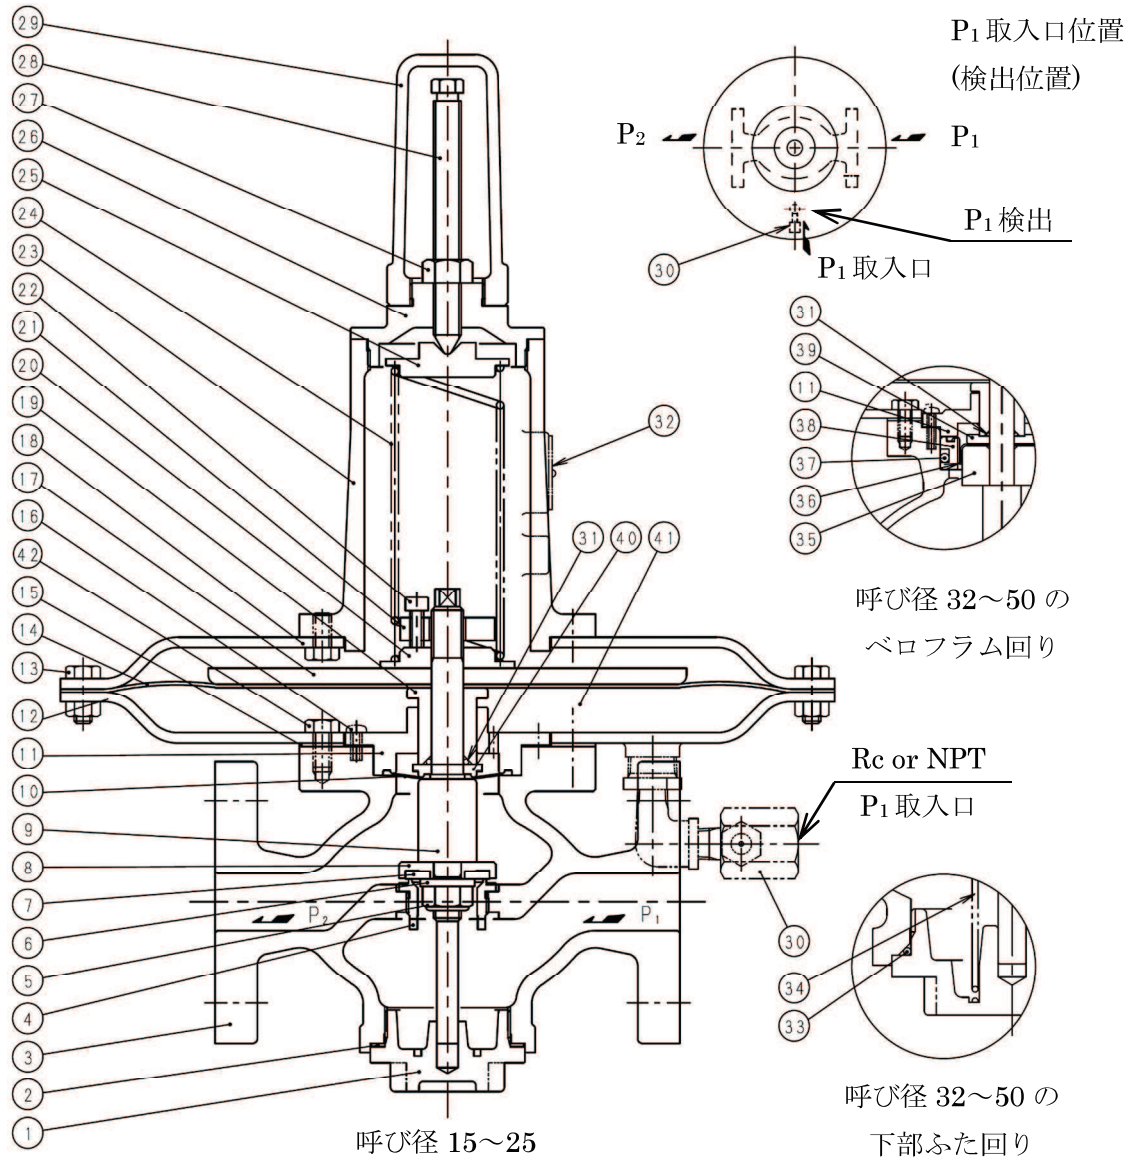

図1 構造図
- 呼び径 32～50 にてベロフラムを組み付けるときは必ず布目の見える側がピストン及びシリンダに接触するようにしてください。すなわち、ピストン及びシリンダの間にベロフラムを押し込んで折り返し(図 1 参照)を必ず作ってください。
ベロフラム(36)を組み付けるときは必ず布目の見える側がピストン(35)及びシリンダ(38)に接触するようにしてください。すなわち、ピストン(35)及びシリンダ(38)の間にベロフラム(36)を押し込んで折り返し( 図 1 参照)を必ず作ってください。